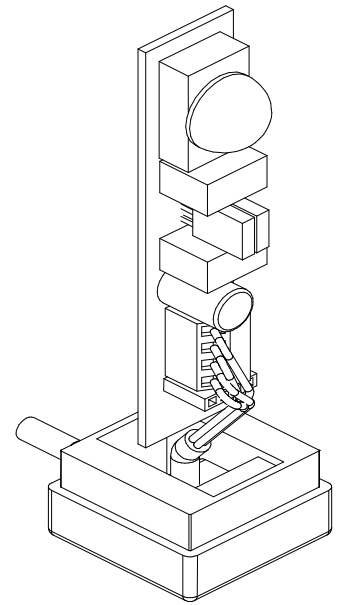

Fig. 3
- Collegare i cavi in morsettiera (Fig. 3).
- Die Kabel an die Klemmleiste anschließen (Abb. 3).
- Conectar los cables en el tablero de bornes (Fig. 3).